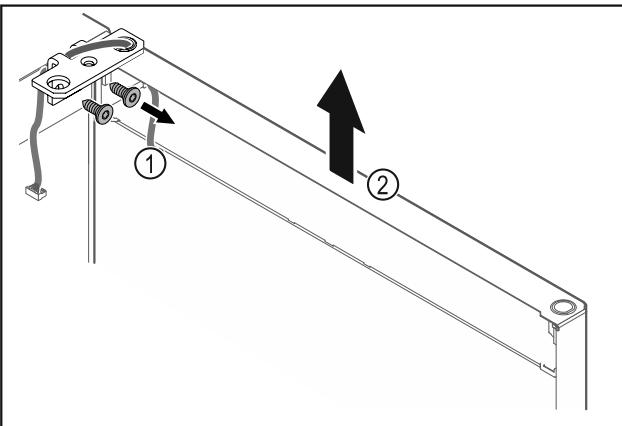

Fig. 25
- Развинете ъгъла на пантата Fig. 25 (1).
- Повдигнете вратата заедно с ъгъла на пантата Fig. 25 (2) приблизително 200 mm право нагоре и я свалете.